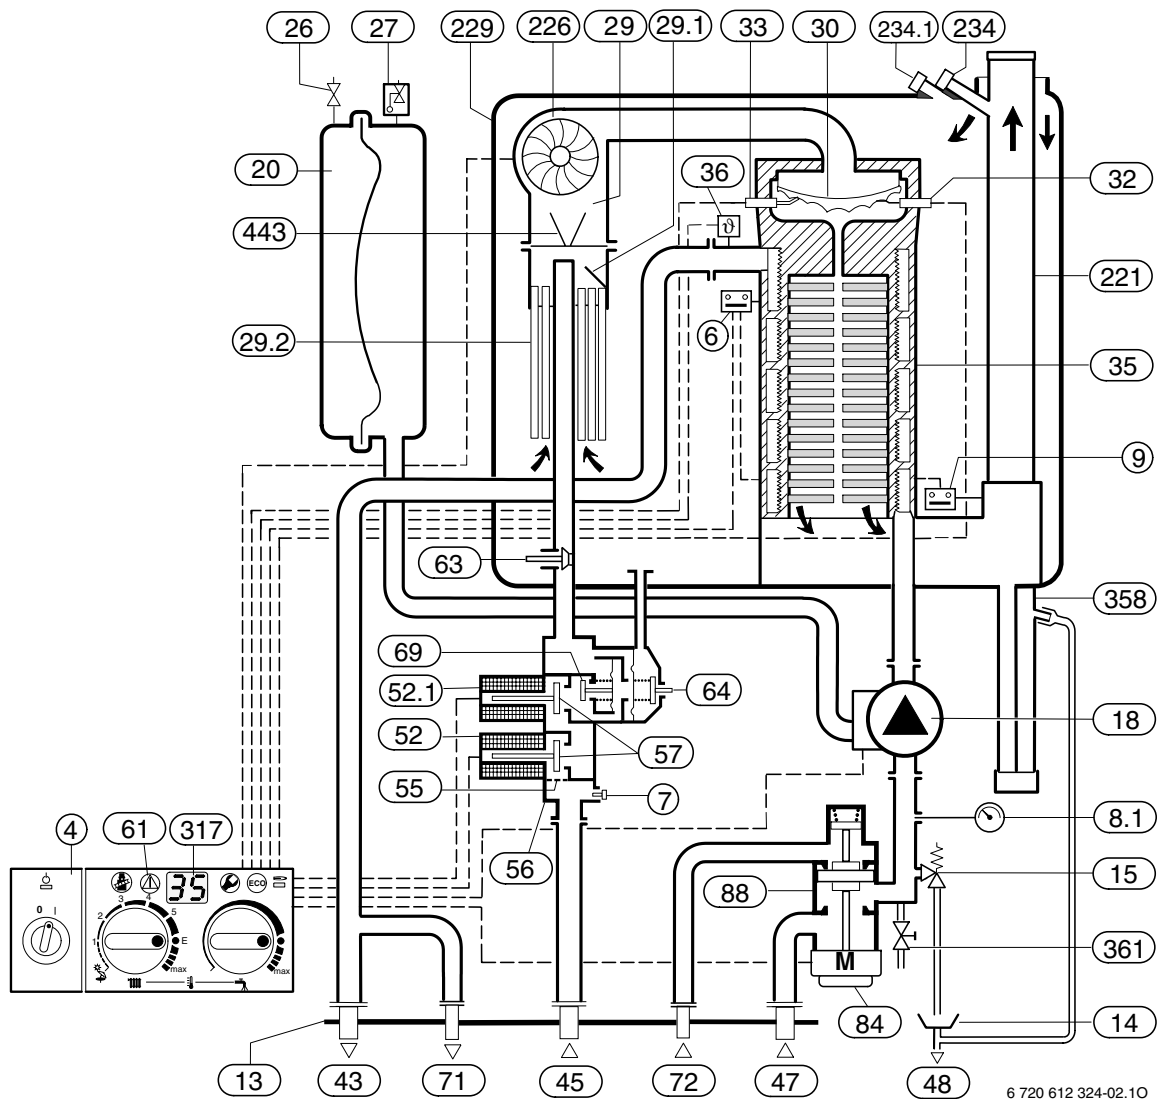

Fig. 4
La placa de identificación (418) se encuentra en la pared trasera del aparato, abajo a la izquierda (véase Fig. 4).